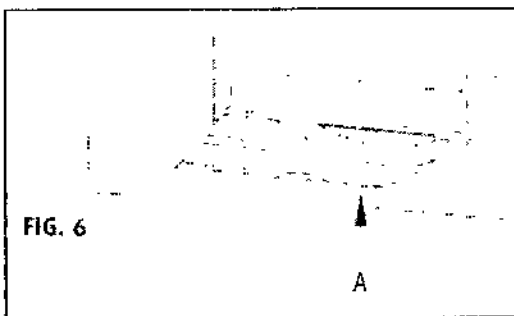
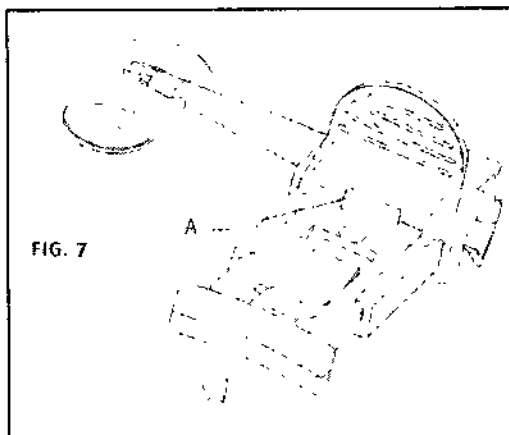

FIG. 6
FIG. 7
7. Ponga en servicio la caja presionando hacia arriba (**Fig. 6-A**) en el brazo del tope de la caja, como se muestra en la **Figura 6**. Empuje lentamente hacia abajo con el pulgar hasta que el retén de la lente haya detenido el movimiento de la caja (**Fig. 7-A**), como se muestra en la **Figura 7**. La lente ya está lista para retirarse del retén.